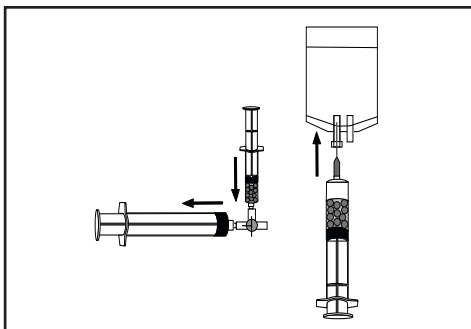

Figura 4.
- 1.3 Selezionare una siringa di caricamento della misura adeguata (60 ml o 100 ml). Collegare la siringa con il prodotto e la siringa di caricamento a un rubinetto di arresto a 3 vie (Figura 4).
- 1.7 Mantenendo la siringa in posizione verticale e facendo attenzione a non disturbare le microsfe depositate, inserire un ago con filtro sterile nella siringa di caricamento. Con l'ago con filtro rivolto verso l'alto, espellere la soluzione di trasporto (Figura 4). Assicurarsi che all'interno della siringa di caricamento rimanga un volume di soluzione di trasporto sufficiente a coprire le microsfe.